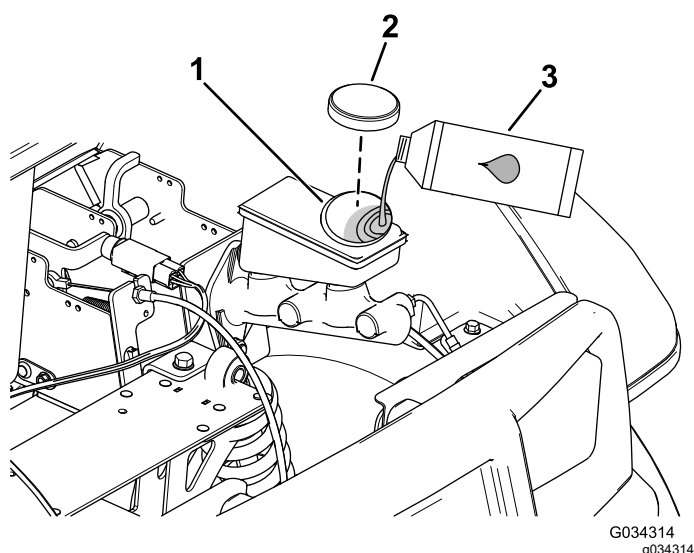

Figura 57
2. Eleve el capó para acceder al cilindro del freno principal y al depósito (Figura 57).
- A. Limpie la zona alrededor del tapón del depósito y retire el tapón (Figura 57).
- C. Coloque el tapón del depósito (Figura 57).